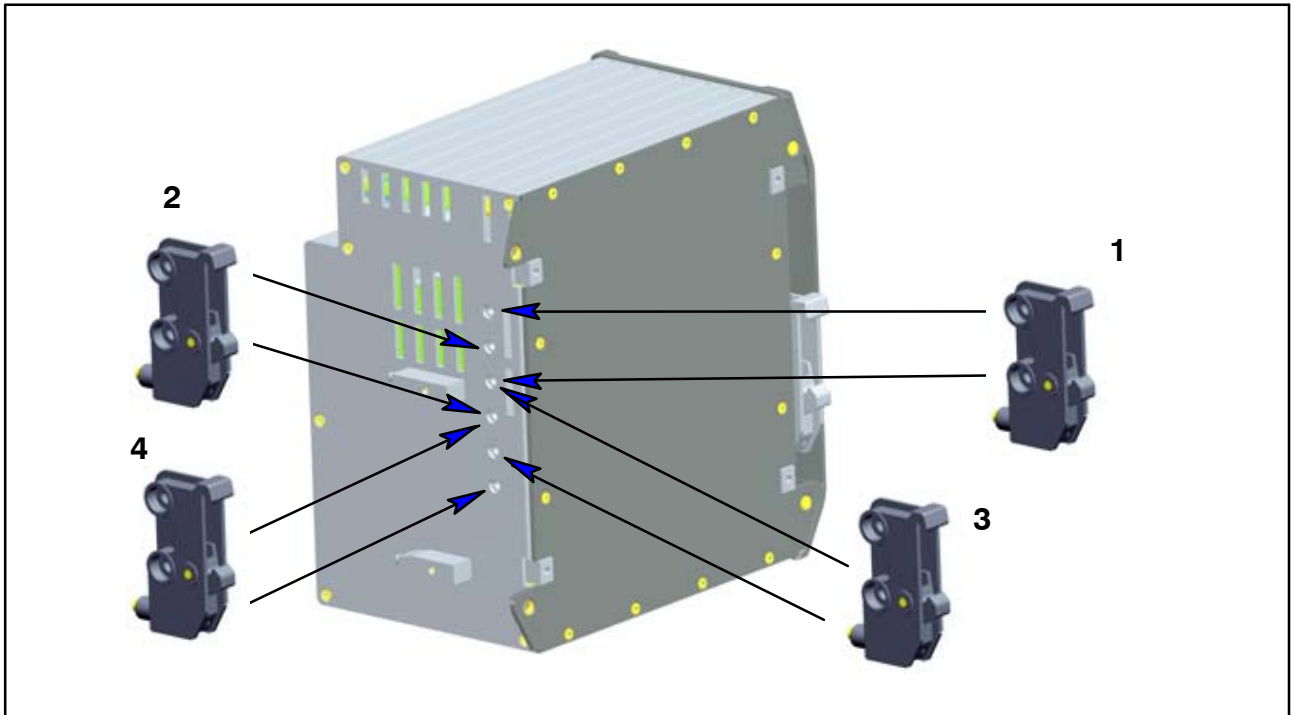

Abb. 6.2: Vier Positionsmöglichkeiten der Tragschienenbefestigung
- ▶ Vier Rückwandschrauben (Senk-Kreuzschlitz M3x8) lösen (1)
- ▶ Seitenwände nach vorne schieben (2)
- ▶ Tragschienenbefestigung (3) anschrauben (ca. 5 Nm), wahlweise in vier Positionen möglich (zwei Positionen bei Tragschiene 7,5 mm), siehe Abb. 6.2)
- ▶ Seitenwände (2) wieder anschrauben
► PMX-Gerät einhaken in Tragschiene (4)